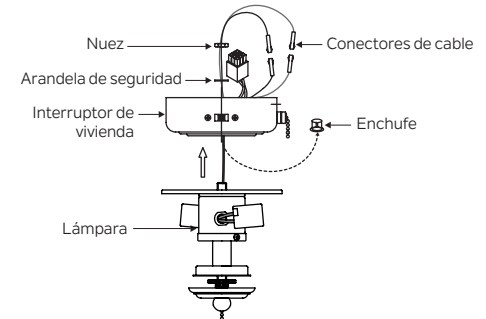

Fig. 17
1. Retire el tapón de plástico del centro de la carcasa del interruptor. Conecte la lámpara a la carcasa del interruptor alimentando los cables de la lámpara (blanco y negro) a través del orificio en el centro de la carcasa del interruptor, luego atornille el vástago de la lámpara en el orificio central. En el interior de la carcasa del interruptor, coloque una arandela de seguridad y una tuerca en el vástago de la lámpara y apriete. (Fig.17)
Conecte los cables de la lámpara a los cables dentro de la carcasa del interruptor presionando las conexiones polarizadas. (Fig.17)